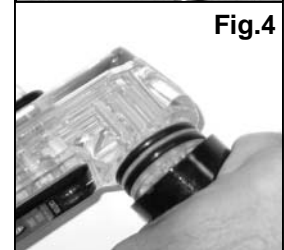

Fig.4
- 1a. **REMOCION DE LA BOQUILLA PARA SERIE II: (Conexión de presión, 2 O-rings) (Fig.4)**